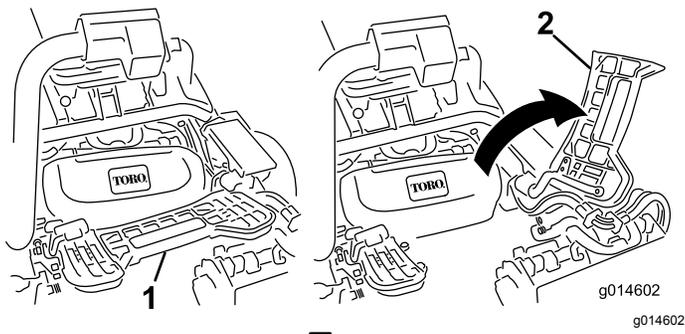

図 49
2. フットレストを跳ね上げて開き、中央カッティングユニット取り付け位置へのアクセスを確保する **図 49**。